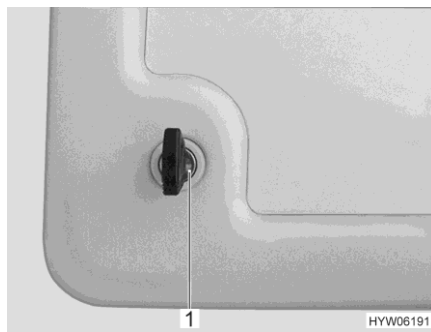
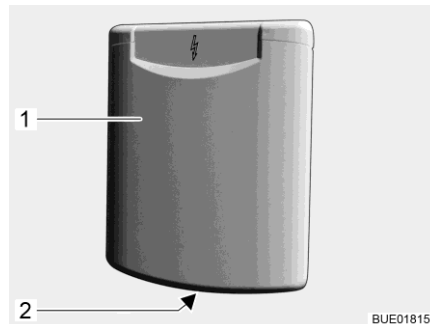

Fig. 42 Serratura a pressione sportello di servizio
Fig. 43 Serratura a pressione sportello di servizio (alternativa)
- Inserire la chiave nel cilindro della serratura a pressione chiudibile (Fig. 42,1 o Fig. 43,1) e ruotare di un quarto di giro. La serratura a pressione è sbloccata.
- Premere entrambi i bottoni a pressione (Fig. 43,2) della serratura a pressione contemporaneamente con i pollici e aprire lo sportello di servizio.
- Inserire la chiave nel cilindro della serratura a pressione chiudibile (Fig. 42,1 o Fig. 43,1) e ruotare di un quarto di giro. La serratura a pressione è bloccata.